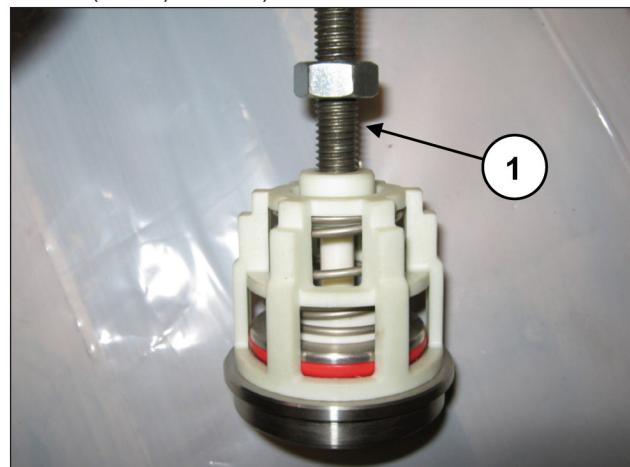

Abb. 140
Bauen Sie die Saug- und Druckventilgruppen durch Anziehen einer Schraube M10 aus, um durch Drücken auf die innere Führung die Ventilführung aus dem Ventilsitz herausziehen zu können (Pos. ①, Abb. 140).